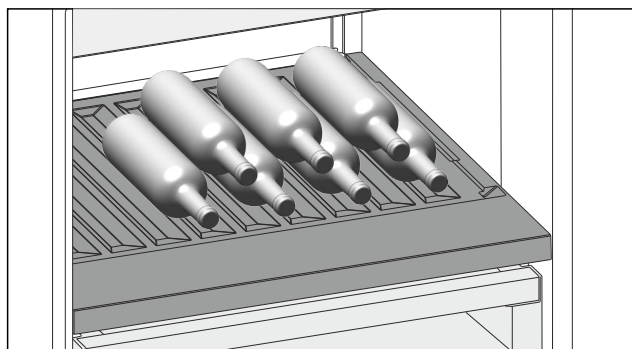

Fig. 104
- ▶ 将瓶底向后对着后壁放入瓶子。(参见 Fig. 104)